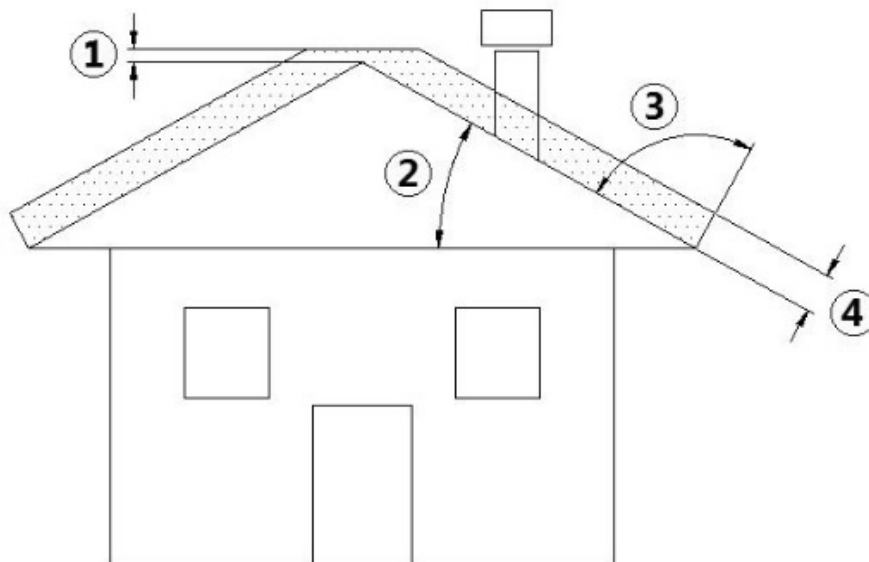

Fig. 3 - Skråtag
TEGNFORKLARING	Fig. 3
- Afkasthøjden i atmosfæren skal være uden for tilbageløbsområdet forårsaget af tagkonstruktionen eller andre hindringer i nærhed (se **Fig. 3**).